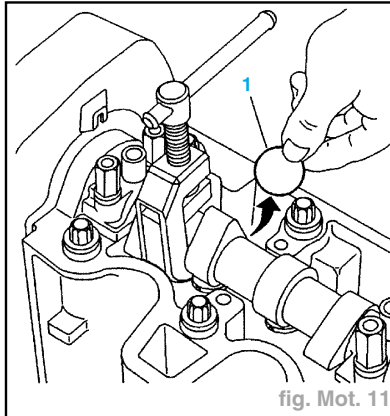

fig. Mot. 11
- Engager un tournevis fin dans l'encoche "a" pour retirer le grain de réglage (1) (fig. Mot. 11)